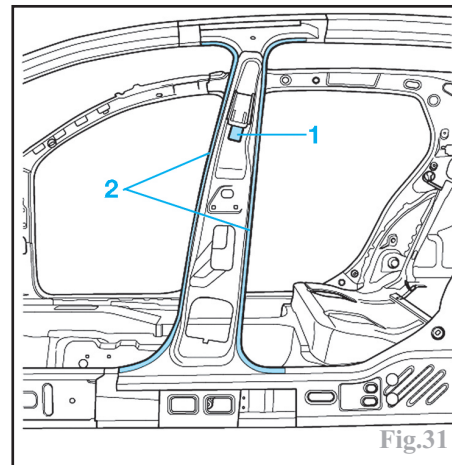

Fig.31
Appliquer de la colle haute résistance dans la zone (1) et de la colle bicomposant pour carrosserie dans la zone (2) (Fig.31)